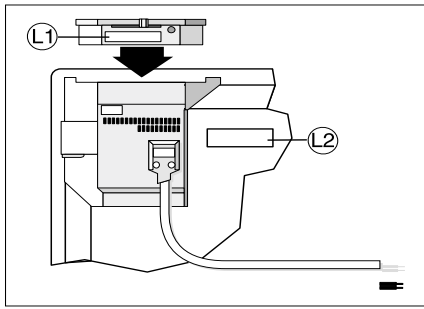

Рис.5
- Регулятор температуры (1)
- Выключатель Электронного термостата (8)
- Символ температуры режима защиты от замерзания (7)
- Индикатор работы (6)
**5-1). Электронный термостат:** Термостат R80-XSC предназначен для использования с моделями обогревателей Nobø серии 8 (C2N, C4N и T4N). Термостат поставляется в собранном виде, и замена должна осуществляться квалифицированным специалистом. Во время установки термостата прибор должен быть отключен от сети электропитания. На рис. 5 ниже показано, как определить модель термостата (L1)
Для того чтобы определить, оборудован ваш прибор автоматическим перезапуском, или нет, следует обратить внимание на заводской номер обогревателя, который находится на его задней поверхности (см. рис. 5 L2).